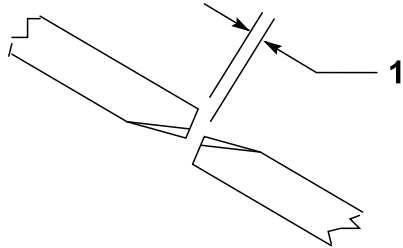

Figure 31
Pour que l'unité de coupe fonctionne correctement, les pointes des lames des unités latérales et de l'unité centrale doivent être espacées de 10 à 16 mm (Figure 31).
2. Tournez une lame centrale et une lame latérale adjacente de manière à aligner les pointes des lames. Mesurez la distance entre la pointe des lames (Figure 31).